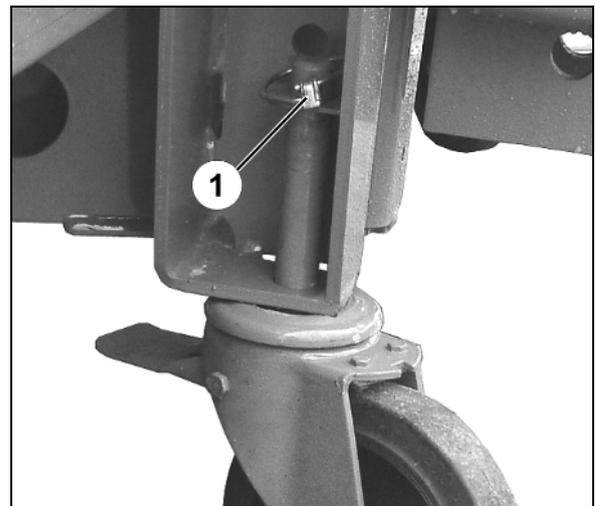

Fig. 28
6. Rodillos fijos traseros (Fig. 28)
- o montar y asegurar mediante el pasador clavija (Fig. 28/1),
Al realizar el montaje de los rodillos fijos, asegurarse de que el perno (Fig. 28/2) pase a través del taladro del bastidor, manteniendo así los rodillos en la dirección longitudinal.